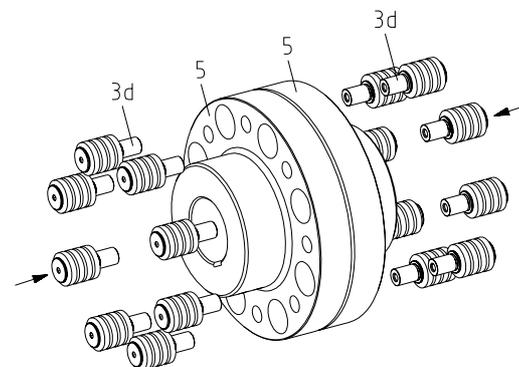

Figura 23
- Desplace los pasadores (componente 3d) a través de los agujeros más grandes del manguito hacia los agujeros más pequeños del segundo manguito por medio de unos ligeros golpes (ver figura 23).